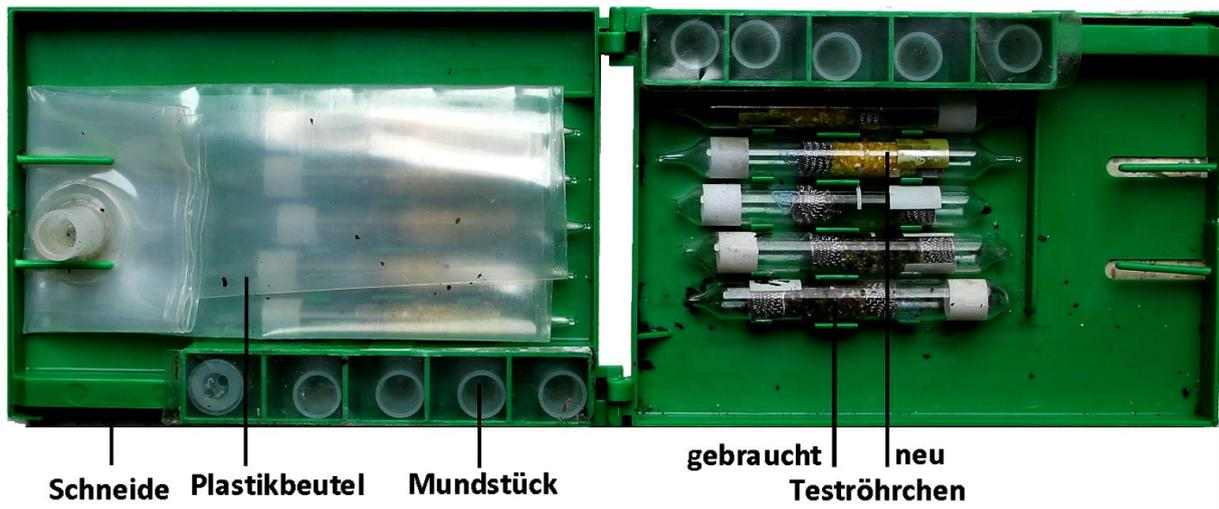

Abb.2: Alkotestset der Polizei
- 8) Alkoteströhrchen (s. Abb. 2) zum Nachweis von Alkohol in der Atemluft enthalten gelbe Kaliumdichromationen $\text{Cr}_2\text{O}_7^{2-}$ -Ionen und H^+ -Ionen. Hat der Autofahrer Ethanol $\text{C}_2\text{H}_6\text{O}$ getrunken, so verfärbt sich das Röhrchen grün. Dabei entstehen Ethanal $\text{C}_2\text{H}_4\text{O}$, grüne Chromionen Cr^{3+} und Wasser.